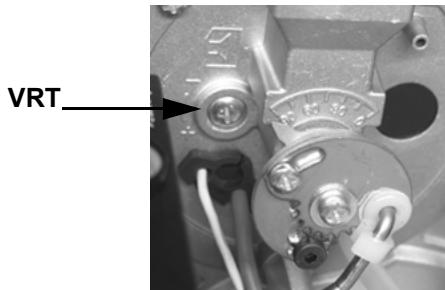
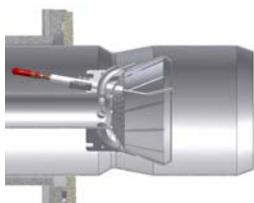
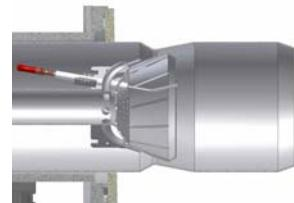

Рис. 5
Рис. 6
Рис. 7
На заводе-изготовителе голова сгорания горелки настраивается на положение максимальной мощности "MAX". Настройка на максимальную мощность соответствует положению головы "выдвинута полностью вперед" - для стандартного типа горелок (Рис. 6) и положению "полностью назад" - для горелок с низкими выбросами NOx (Рис. 7). Установка головы в положении "полностью вперед" - подразумевает под собой ее выдвижение внутрь камеры сгорания котла, в то время положение "полностью назад" означает - в сторону оператора. Что касается работы на сниженной мощности, необходимо последовательно сдвигать голову сгорания по направлению положения "МИН", вращая винт VRT (Рис. 5) по часовой стрелке.
- 7 вывести горелку в режим **малого пламени**. Чтобы изменить расход газа - расслабить винт **V1** (Рис. 7) и отрегулировать угол раскрытия дроссельного клапана, при вращении пластинки **C** (по часовой стрелке - уменьшается расход газа, против часовой стрелки - увеличивается). Индикатор **S** указывает угол раскрытия